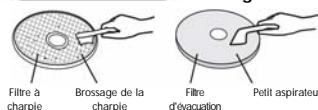

Figure 2
- Enlèvement de la charpie sur les filtres. Séparez le châssis d'évent d'évacuation, le filtre à charpie et le filtre d'évacuation. Enlevez la charpie du filtre à charpie et du filtre d'évacuation à l'aide d'une brosse douce ou d'un petit aspirateur tel que montré à la figure 2 ou lavez-les avec de l'eau s'ils sont encore sales. Séchez complètement avant l'utilisation et prenez garde d'endommager les filtres.